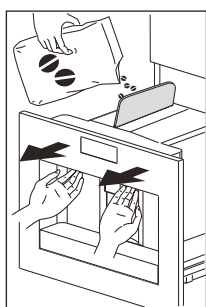

Fig. 14
- ▶ Scoateți mașina trăgând-o spre exterior de mânere (Fig. 14).